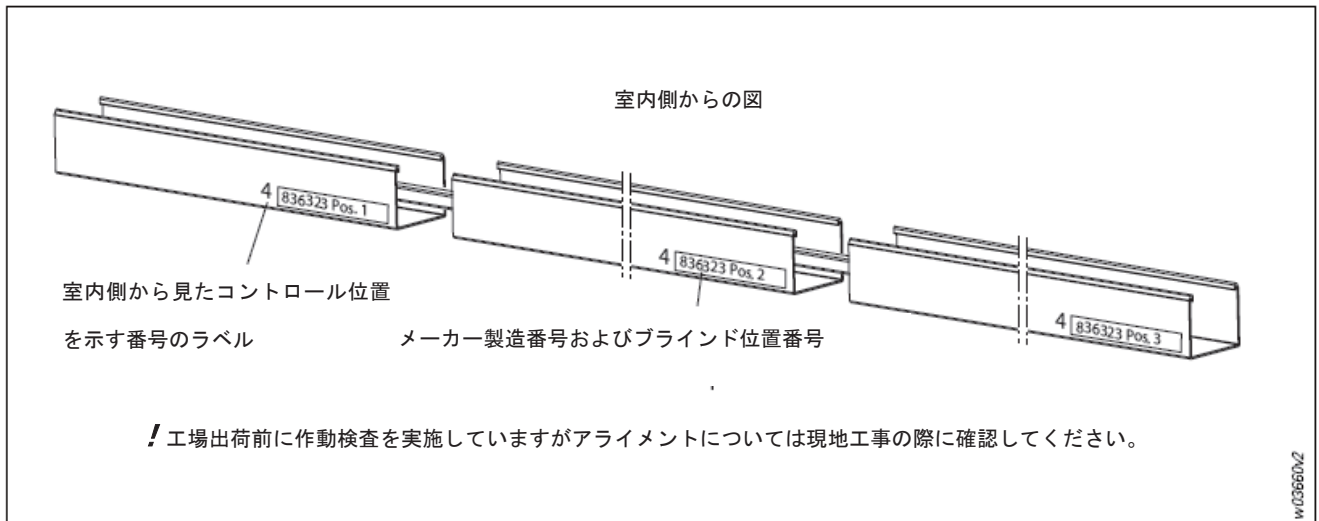

図 2 3 カップリングユニットの位置番号
- カップリングパイプがトップレール間の中央に来るように位置を調整します（図 2 2）